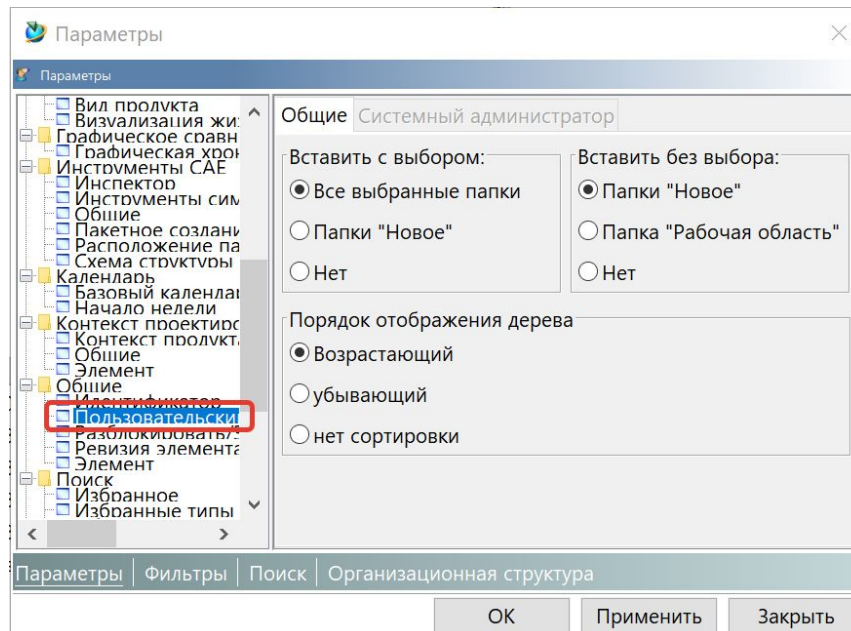

Рис. 28
2. Далее в окне параметры необходимо выбрать раздел **Общие – Пользовательский интерфейс**. В параметре **Порядок отображения дерева** возрастающий или убывающий (Рис.28)